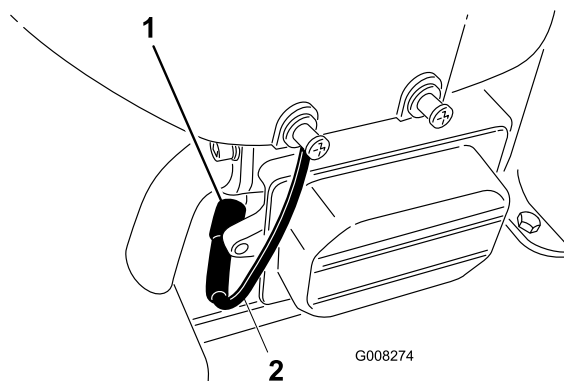

Figura 27
6. Desconecte el cable de la bujía (Figura 27).
8. Retire la bujía y la arandela de metal (Figura 27).
3. Conecte el cable de la bujía (Figura 27).